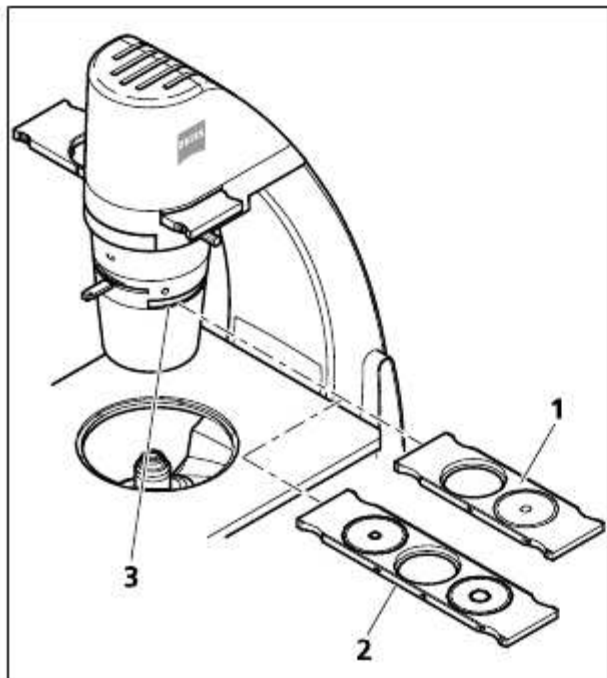

Fig. 6 安装相差插板
交货时会带有2个位置的相差插板(Fig. 6/1) 和3个位置的相差插板(Fig. 6/2),
- 将相差插板(Fig. 6/1 or 2)从左侧或右侧插入聚光镜的相差插板口(Fig. 6/3)中,移至需要的位置